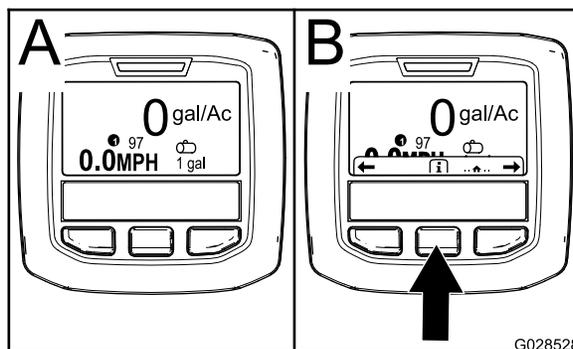

図 4
2. およそ 15 秒後に、ホーム画面に切り替わる。中央のボタンを押すと最初の案内画面になる **図 4**。